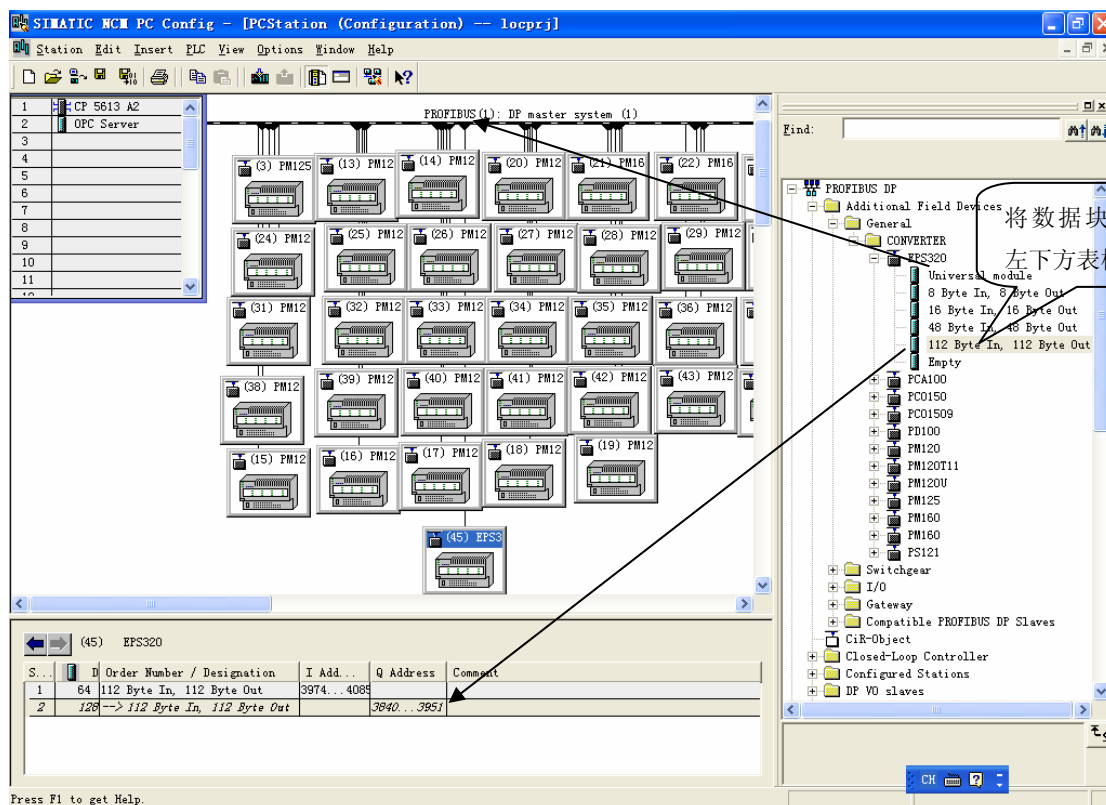

图 10
11. 将从站 EPS-320MP 配入到 PROFIBUS 网络配置当中，并将输入输出数据块，映射到 S7-300 或者其它控制器的内存当中。如图 10: